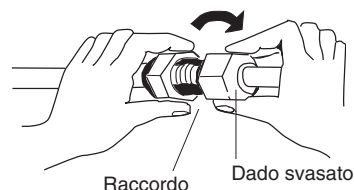

Fig. 5-5
- (3) Per un collegamento corretto, allineare il tubo di raccordo e quello svasato dritti uno rispetto all'altro e quindi avvitare bene il dado svasato in modo da ottenere un'adesione perfetta. (Fig. 5-5)